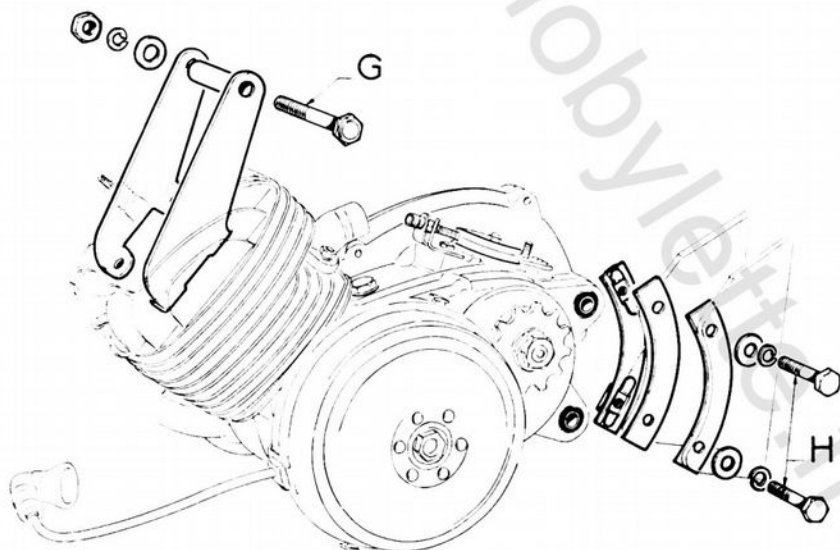

Fig. 44
— Suspendre le moteur sur le cadre par le boulon avant (G) (fig. 44) (introduire le boulon par le côté gauche). Mettre une rondelle plate, une rondelle éventail et l'écrou, ne pas bloquer.
- Engager la deuxième entretoise droite entre le gousset et les bossages du moteur, pousser à fond les vis, placer la cage à écrous, visser et bloquer les 2 vis (clé de 14) (H fig. 44).
- Bloquer le boulon avant (clé de 14) (G fig. 44).